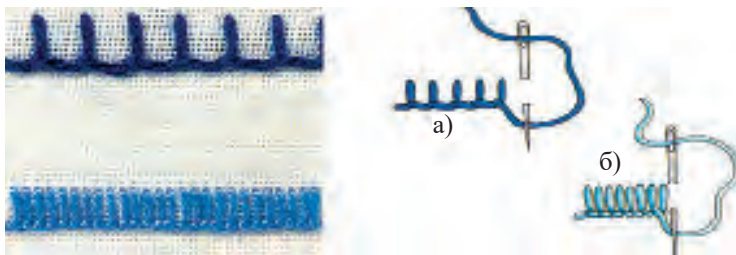
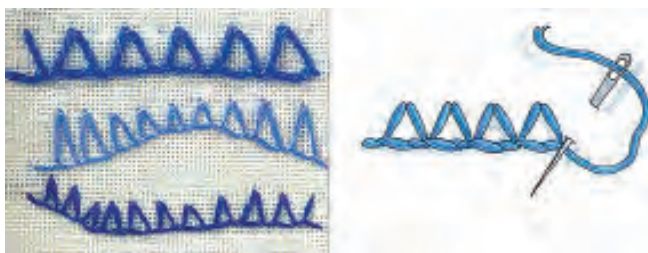

Рис.70. Плотно и неплотно вышитые петельные стежки.
Рис.72. Сгруппированный петельный шов.
Скатерть можно отделать не только аппликацией, но и вышивкой. В вышивке наиболее часто используется петельный шов. Этим швом обрабатываются края салфеток, подола фартуков, края полотенец, внешние контуры вышиваемых цветов. Если при этом стежки выполняются цветными толстыми нитками, шов получается похожим на ленту (рис.70–72). Этот шов выполняется прямо или по кривой линии.
При обрамлении краев салфеток и скатертей плотным, сгруппированным петельным швом, он получается похожим на цветной кант (рис.70, б и рис.72). Ширина петельного стежка может быть 5–15 мм, в зависимости от размеров пошивочного изделия.
3. На технологической карте показан порядок выполнения петельного и волнообразного шва (рис.70–73).